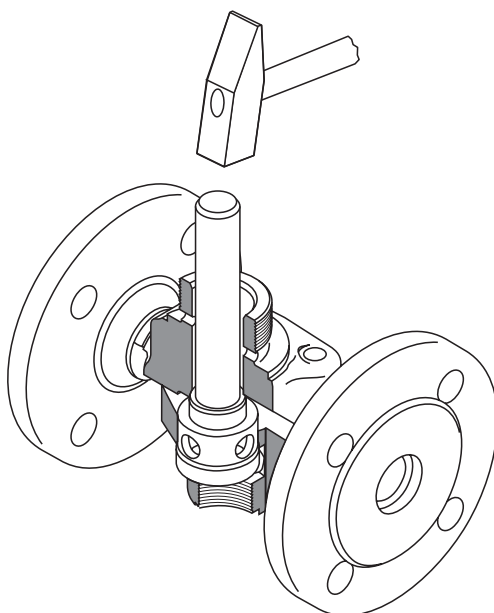

Fig. 12
12. Ventilsitz 9 mit Schlagdorn (Stahl) aus dem Ventilgehäuse 10 herausschlagen. **Fig. 12**